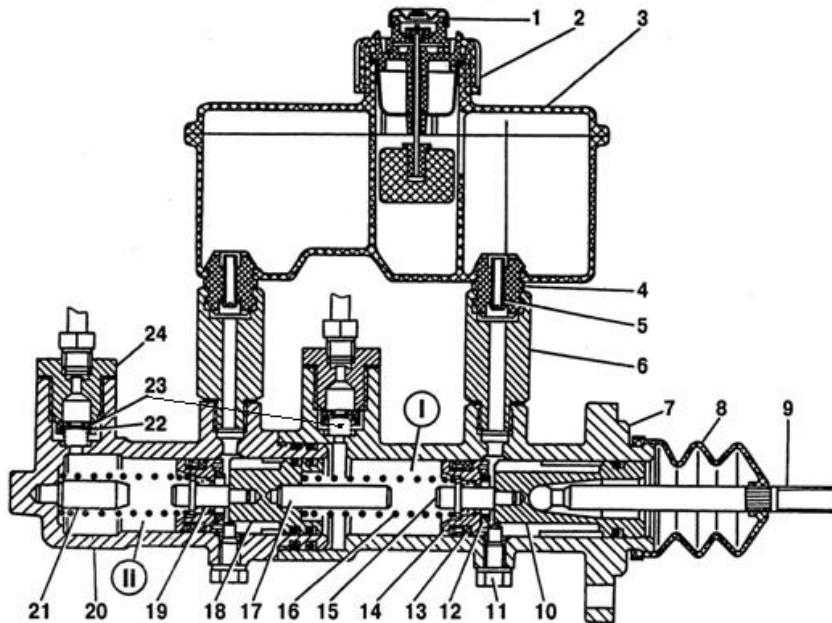

Рис.6.15 Главный тормозной цилиндр
Бачок главного тормозного цилиндра имеет датчик, сигнализирующий о падении уровня тормозной жидкости (сигнал выводится на контрольную лампу комбинации приборов), а в главном тормозном цилиндре (рис. 6.15) сделаны две независимые полости с двумя поршнями. Два независимых контура выполнены для безопасности: в случае повреждения одного из них (утечка жидкости или повреждения трубопровода), второй остаётся в действии.
**ВНИМАНИЕ!** При замене главного тормозного цилиндра, для обеспечения его совместной работы с дисковыми тормозами, необходимо удалить из него клапана избыточного давления (см. поз. 23 рис. 6.15).